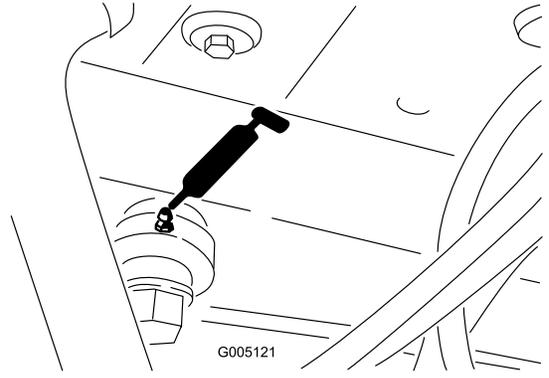

Bild 40
- Ende des Lenkzylinders (**Bild 40**)